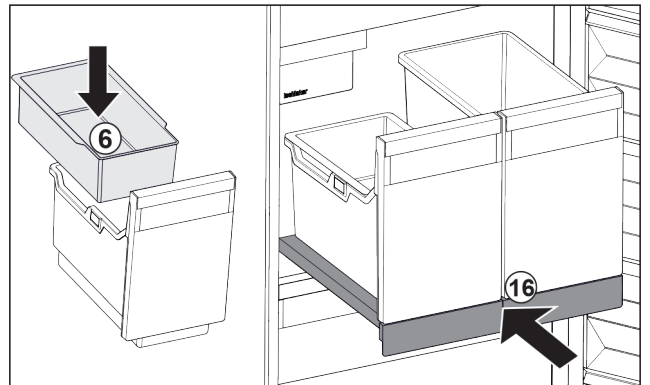

Fig. 29
- ▶ Inserire la vaschetta da agganciare Fig. 29 (6) per i cubetti di ghiaccio.
- ▶ Inserire il ripiano estraibile con il contenitore (IceTower). Fig. 29 (16)